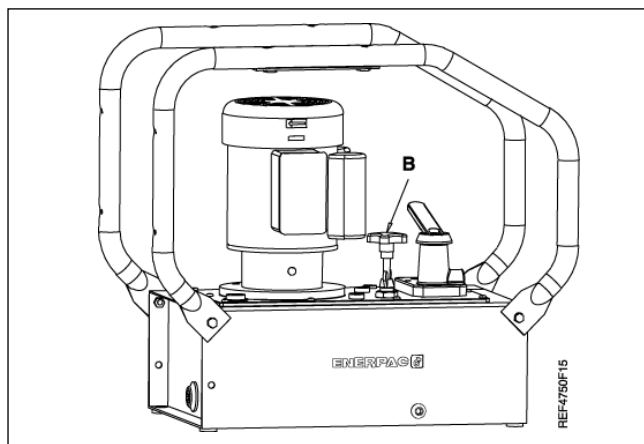

Figura 13
As bombas Hushh® são equipadas com uma válvula de alívio, que pode ser ajustada pelo usuário. (Veja (B), Figura 13.) O ajuste pode ser feito conforme segue: